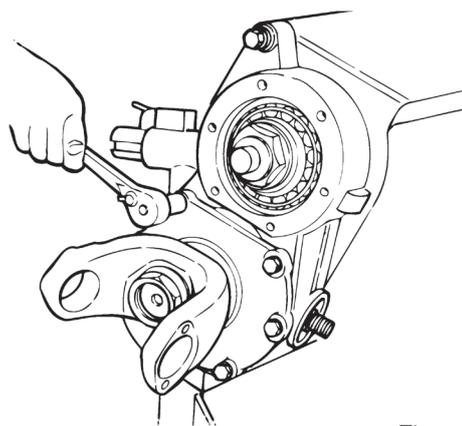

Figura 3.21
5. Remova os parafusos e arruelas que fixam a caixa dos rolamentos do eixo de entrada à caixa do diferencial. Figura 3.21.